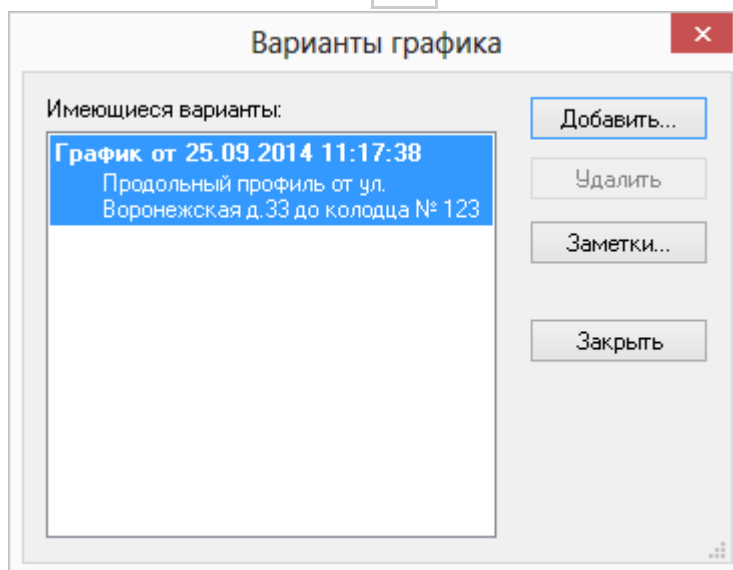

Рисунок 77. Варианты профиля
3. Введите комментарий и нажмите кнопку **ОК**. (Рисунок 77, «Варианты профиля»)